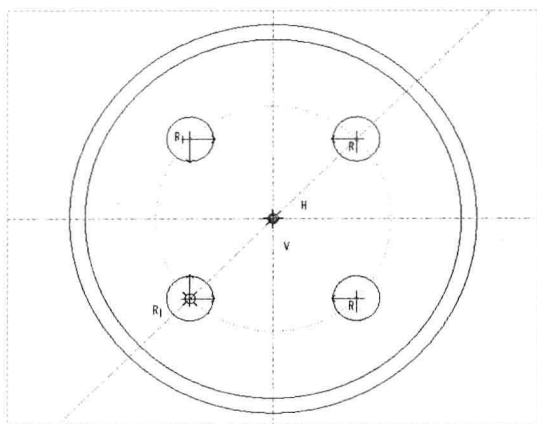

图 13-49 隐藏尺寸
Step 09 在“功能区”选项板中切换至“视图”选项卡,在“显示”面板中依次单击“显示尺寸”按钮,隐藏尺寸,如图 13-49 所示。